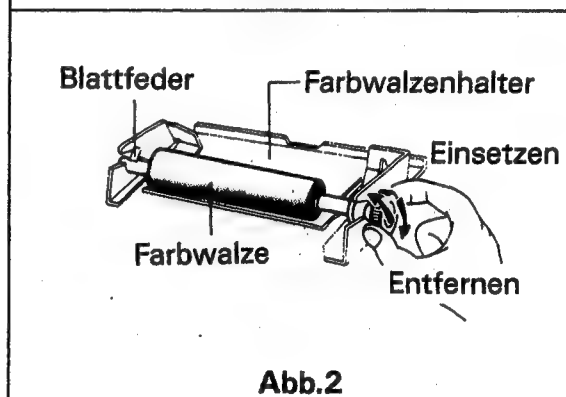

Abb.2
(3) Die alte Farbwalze vom Walzenhalter nehmen und eine neue einsetzen. (Abb.2)
(4) Den Farbwalzenhalter auf den Drucker aufsetzen. Den Halter in den Rahmen im Winkel von 40° einstecken, die Vorsprünge ① und ② des Halters in die entsprechenden Teile ① und ② des Rahmens einpassen und den Halter niederdrücken, um ihn zu fixieren.
3. Zwei oder drei Tropfen in den Einlaß auf der Rückseite des Klischees einfüllen. (Abb.2)